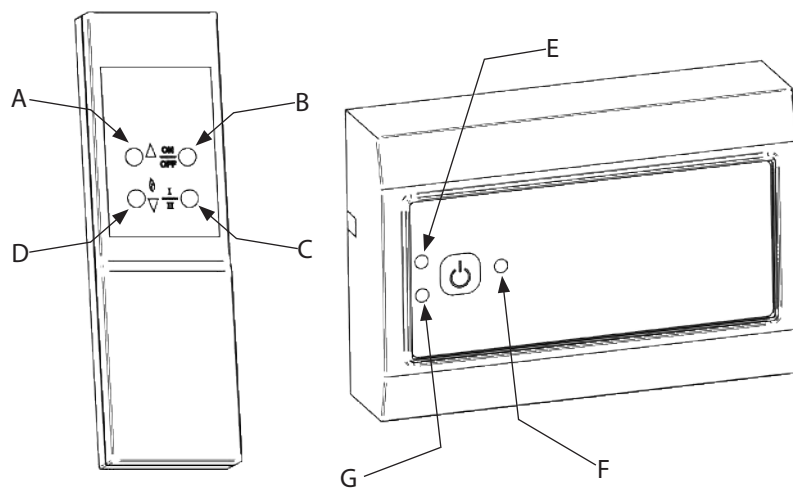

Fig.12
- Trykk på PÅ/AV-knappen (fig. 12-B) og brennerknappen (fig. 12-D) samtidig i minst ett sekund for å tenne.
- Funksjonsdioden (fig. 12-E) vil blinke GRØNT til korrekt avtrekk bekreftes. Hvis dioden blinker GULT, må spjeldet åpnes, og ildstedet vil da tennes.
- Hvis det er mulighet for å endre flammebildet, kan dette gjøres med på høy/lav-knappen (fig. 12-C). Funksjonsdioden vil da blinke én gang for lav og to ganger for høy.
- Trykk på PÅ/AV-knappen igjen for å slukke ildstedet (fig. 12-B).
- Ventilasjonsfunksjonen kan bare aktiveres ved å trykke på PÅ/AV-knappen (fig. 12-B) på fjernkontrollen i 5 sekunder. Funksjonsdioden lyser kontinuerlig GULT når funksjonen er aktiv. .
- Trykk på PÅ/AV-knappen (fig. 12-F).
- Funksjonsdioden (fig. 12-E) vil blinke GRØNT til korrekt avtrekk bekreftes. Hvis dioden blinker GULT, må spjeldet åpnes. Deretter skifter funksjonsdioden til kontinuerlig GRØNN, og ildstedet kan tennes.
Funksjonsdiode Fig. 12-E
Alarmdiode (Fig. 12-G)
Hvis alarmdioden (fig. 12-G) lyser under drift, må det trykkes to ganger på PÅ/AV-knappen for å stoppe røyksugeren og starte styringen igjen. Dersom alarmdioden fortsatt lyser etter nullstilling – se avsnittet "Feilsøking" for hjelp.
Trykk på PÅ/AV-knappen (fig. 12-F) i minimum fire sekunder. Det vil øke røyksugerens hastighet under drift. Den økte hastigheten annulleres når styringen slås av.